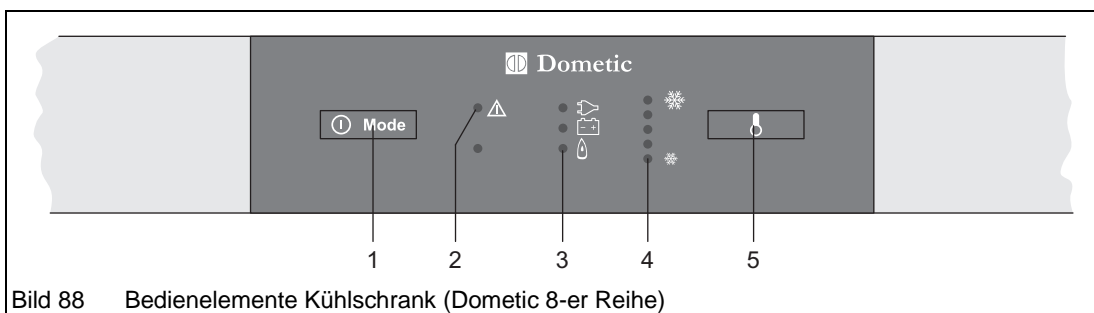
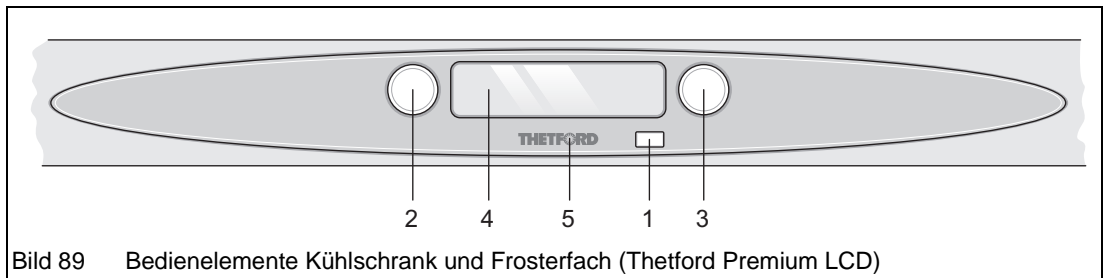

Bild 88 Bedienelemente Kühlschrank (Dometic 8-er Reihe)
Bild 89 Bedienelemente Kühlschrank und Frosterfach (Thetford Premium LCD)
- Bei Kühlschränken mit manueller Energiewahl (MES) den Energiewahlschalter (Bild 88/1) bzw. (Bild 89/ 2) so oft drücken, bis das Zeichen „Gasbetrieb“ gekennzeichnet ist. Die Zündung erfolgt automatisch.